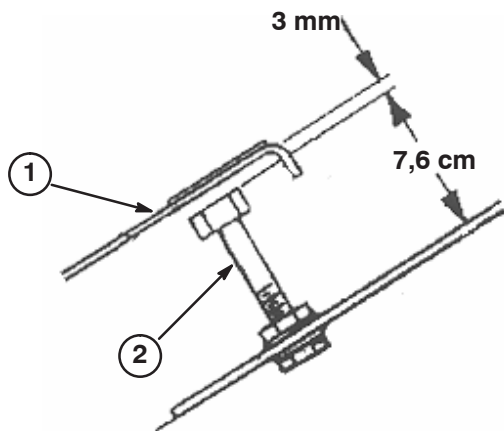

Bild 58
2. Lösen Sie die Sicherungsmuttern und stellen Sie die Anschlagsschraube des Fahrpedals auf eine Länge von 7,6 cm ein (Bild 58).